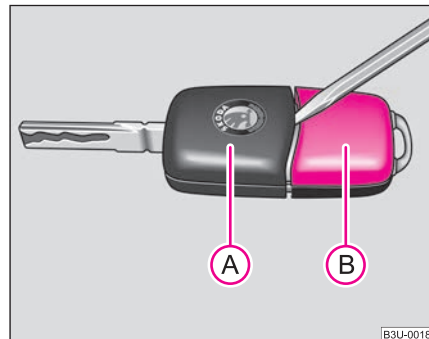

Abb. 19 Schlüssel mit Funk-Fernbedienung trennen
Jeder Funk-Schlüssel enthält eine Batterie, die im Deckel **B** des Sendergehäuses untergebracht ist ⇒ Abb. 19. Wir empfehlen Ihnen, die Schlüsselbatterie von einem Škoda-Betrieb wechseln ►
- Hebeln Sie das Schlüsselteil (A) ⇒ Seite 38, Abb. 19 vorsichtig mit einem Schraubendreher vom Sendergehäuse (B) ab.